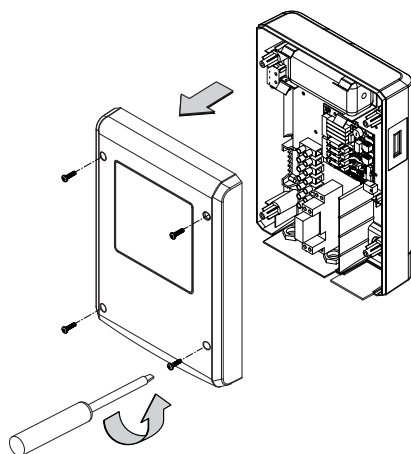

Рис. 1
- Снимите верхнюю часть корпуса. Для этого полностью вывинтите 4 винта и снимите верхнюю часть. (Рис.1).